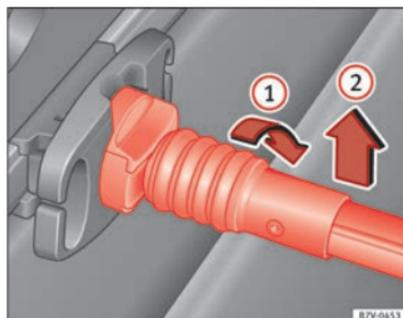

Abb. 99 Kuvertnetz aushängen.
- Haltestange um 90° nach rechts drehen ⇒ Abb. 99 ①, bis die rote Markierung an der Haltestange zu sehen ist. Haltestange nach oben herausnehmen ②.